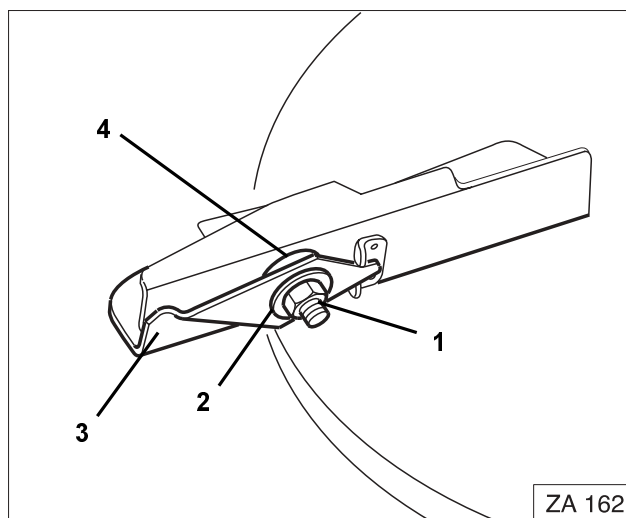

Fig. 53
- Zelfborgende moer (Fig. 53/1) losdraaien.
- Schotelveren (Fig. 53/2) verwijderen.
- Zwenkvlugel (Fig. 53/3) vervangen.
- Kunststofschijs (Fig. 53/4) eveneens vernieuwen.
- Schotelveren (Fig. 53/2) **omgekeerd op elkaar leggen** (niet stapelen).
- Zelfborgende messingmoer (Fig. 53/1) met een aantrekkoppel van **6 - 7 Nm** vastzetten zodanig, dat de zwenkvlugel nog met de hand te verstellen is. Tijdens het gebruik mag deze niet uit zichzelf naar boven kunnen gaan.